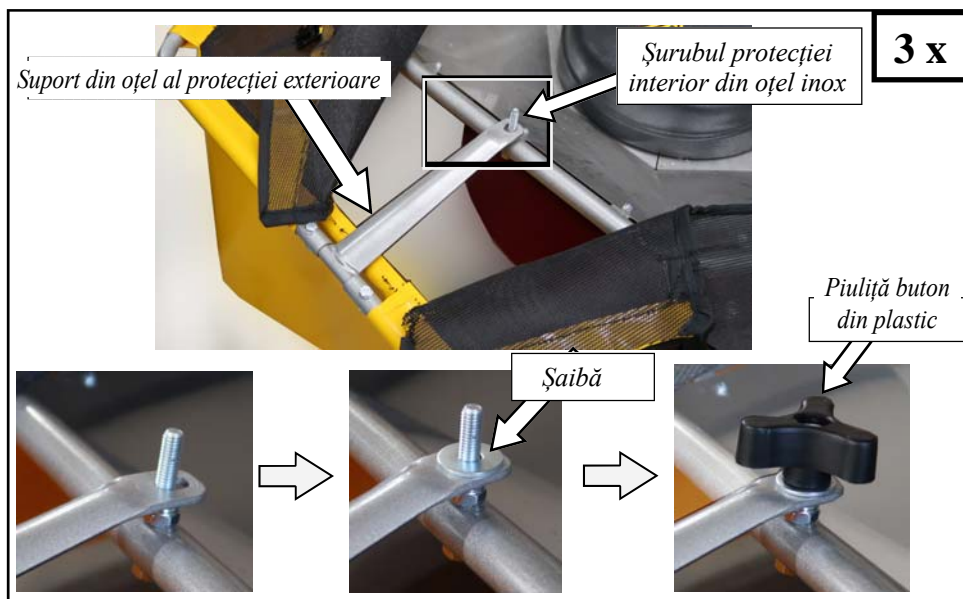

Fig.38 - Partea din față a protecției
- Introduceți suporturile de oțel (3 buc.) ai protecției exterioare pe șuruburile protecției interioare din inox (fig.36, 38) și fixați-i cu piulițele buton din plastic, sub care introduceți șaibe mari (fig.38). Strângeți piulițele de plastic.